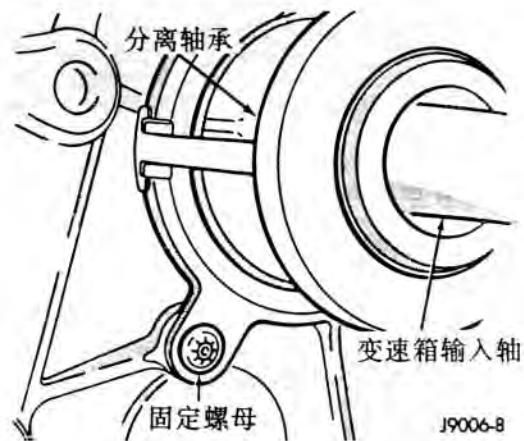
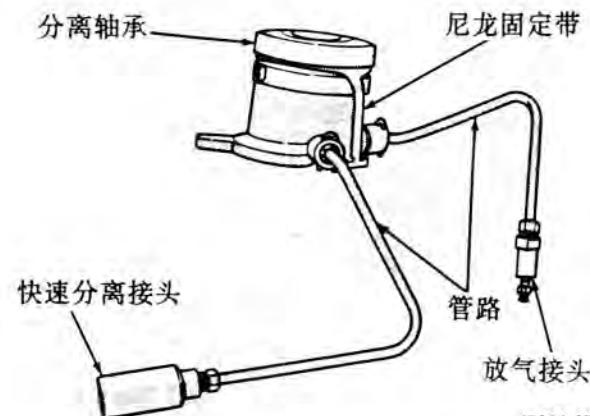

图 8 固定螺母的拆装
图 9 分离轴承零部件
(4) 拆下分离轴承总成固定螺母(图8),从变速箱的定位销上撬下螺母。
(5) 从输入轴上取下分离轴承总成。
(6) 如果该分离轴承继续使用,则用胶带或橡胶带来固定轴承和活塞的位置,如尼龙带仍可用,则重新将其连接(图9)。
(1) 新的分离轴承均有尼龙固定带以使活塞在运输中位置正确(图9)。在安装之前不必切断尼龙带仅将“T”形端从轴承上拉下即可。